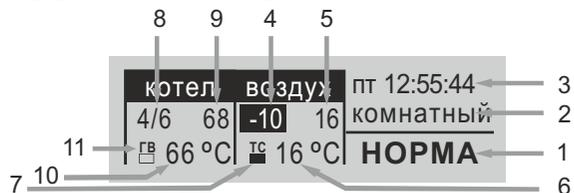

Рисунок 7. Информация главного окна
5.12.3 Описание информации на дисплее в режиме главного окна в соответствии с рис. 7: